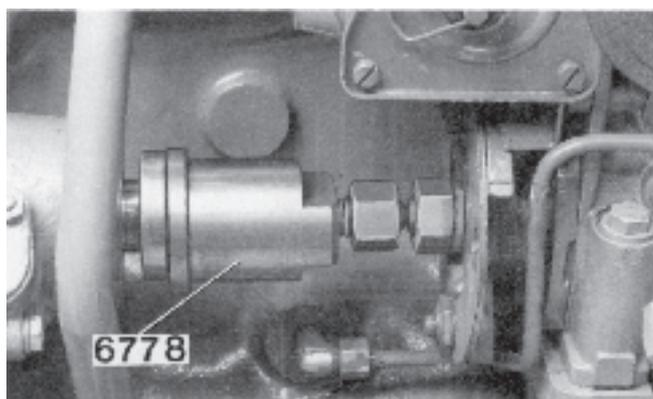

Fig. 143. Pose de la bague d'étanchéité
7. Enfoncer la bague d'étanchéité avec l'outil 6778 jusqu'à ce que celle-ci soit à la hauteur du carter (figure 143).